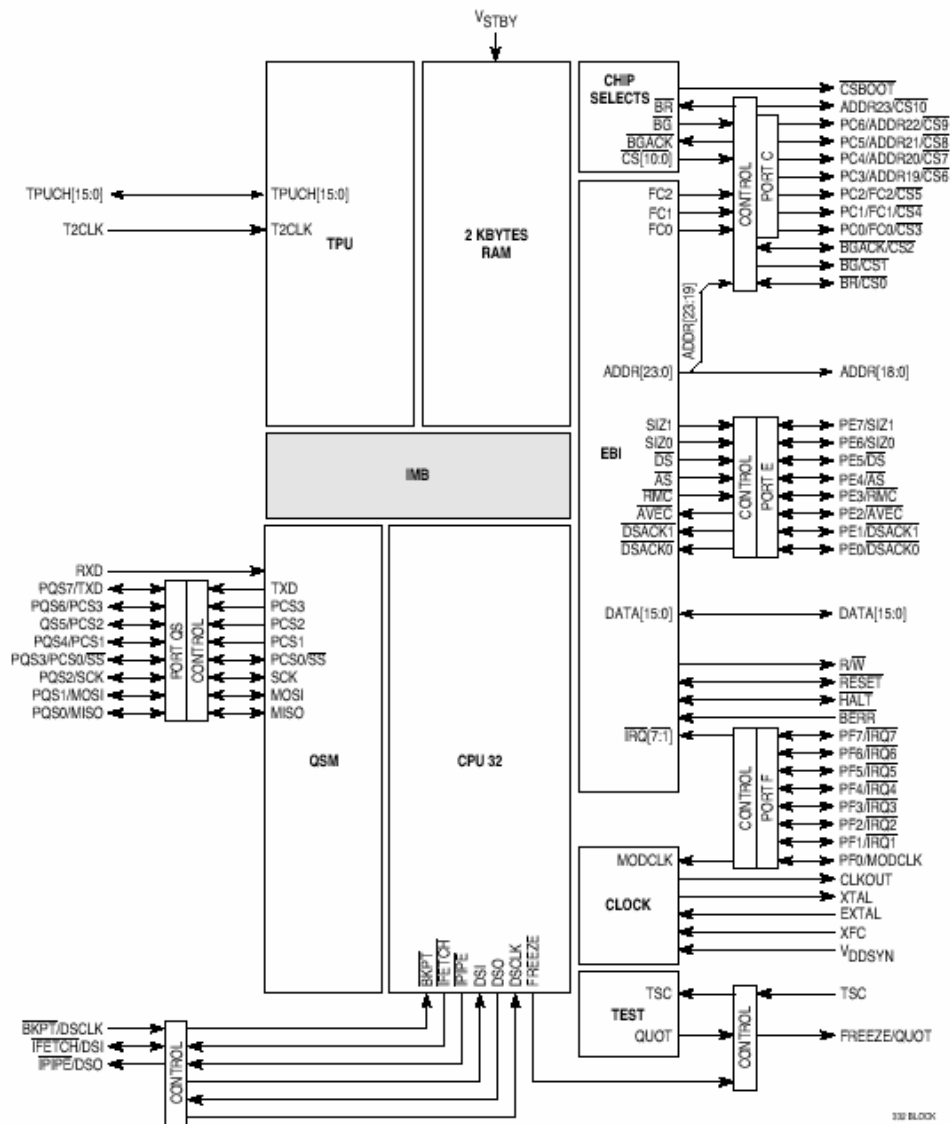

Figura 1 Microcontrolador Motorola 68332
**Eyebot** es una tarjeta controladora orientada al control de robots móviles. Está basada en el microcontrolador de 32 bits Motorola 68332 (figura 1). Incorpora una CPU de 32 bits bastante potente que permite manejar una cámara de video digital, dispone así mismo de un módulo de entradas temporizadas TPU con 16 E/S totalmente configurables. Las características más destacables son: